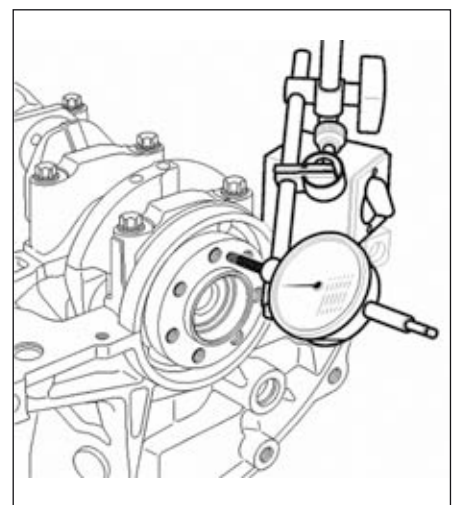

FIG.70
- Mettre en place un support de comparateur muni d'un comparateur en bout de vilebrequin (Fig.70).